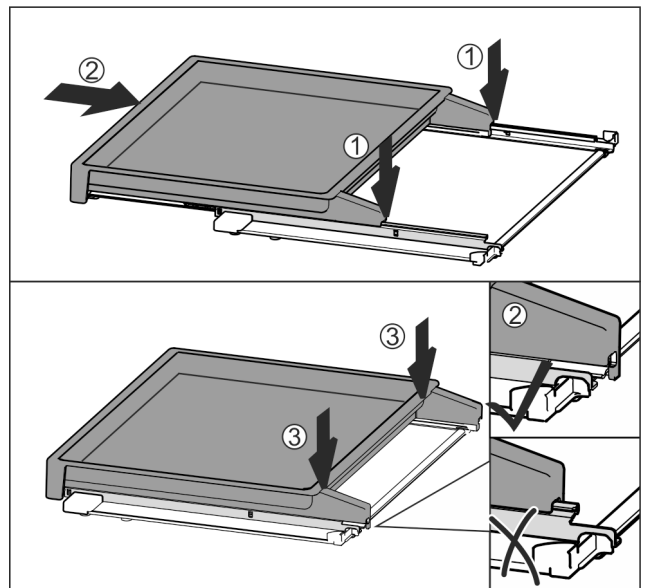

Fig. 37
- ▶ Plateau op het midden van de rails plaatsen *Fig. 37 (1)*.
- ▶ Uitschuifplateau volledig erin schuiven *Fig. 37 (2)*.
- ▶ Tegen de achterkant drukken tot deze hoorbaar vastklikt *Fig. 37 (3)*.